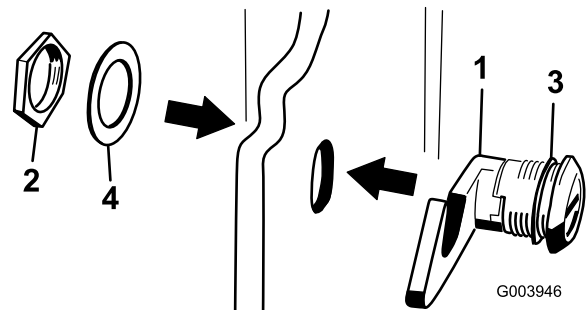

Figura 16
- Togliete il dado dal gruppo fermo del cofano (Figura 16).
- Dall'esterno del cofano, inserite il lato gancio del fermo attraverso il foro presente nel cofano. La rondella elastica di tenuta deve rimanere all'esterno del cofano (Figura 16).